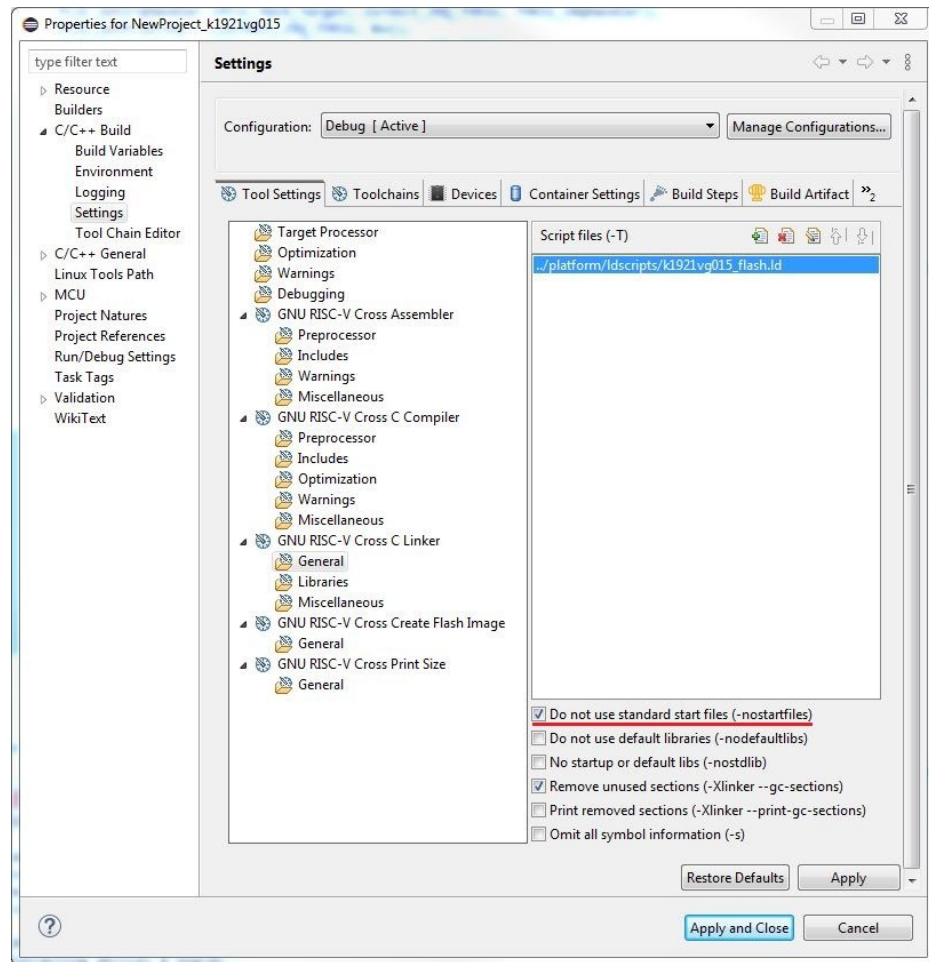

Рисунок 3.22 – Указание пути к скрипту линкера
6. Указать путь к скрипту линкера, а также выбрать настройки линкера (см. рисунок 3.22).